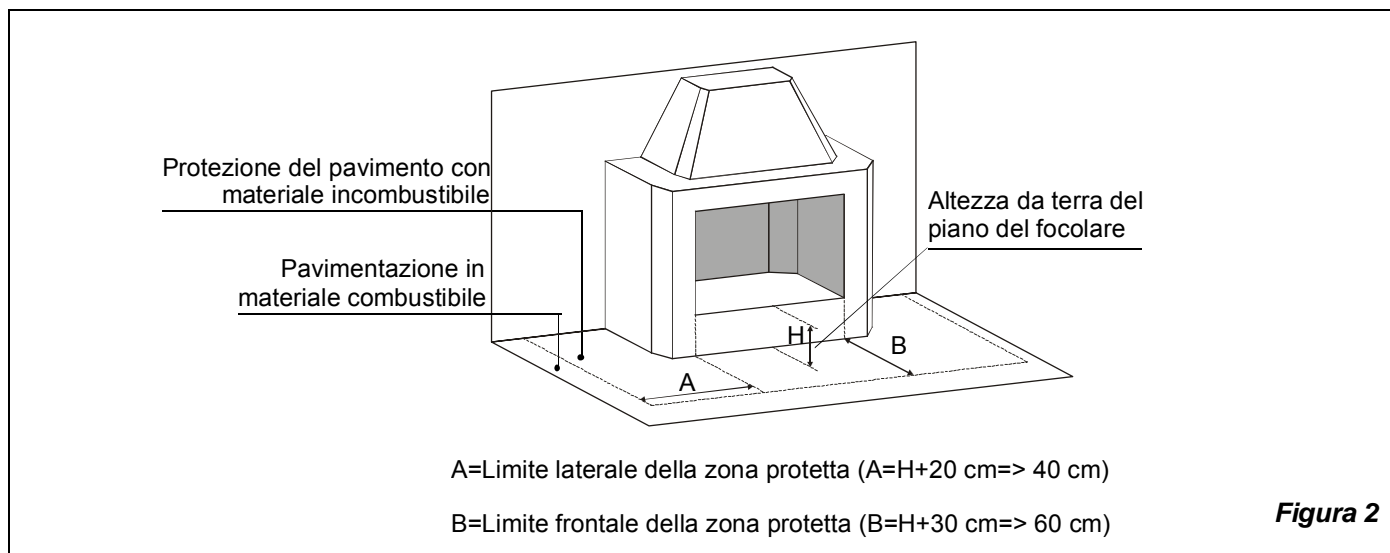

Figura 2
- a) Al fine di assicurare un sufficiente isolamento termico, rispettare la distanza minima di sicurezza dal retro e da entrambi i lati da elementi costruttivi ed oggetti infiammabili e sensibili al calore (mobili, rivestimenti di legno, stoffe ecc.) (vedi Figura 2). **Tutte le distanze minime di sicurezza sono indicate sulla targhetta tecnica del prodotto e NON si deve scendere al di sotto dei valori indicati.**